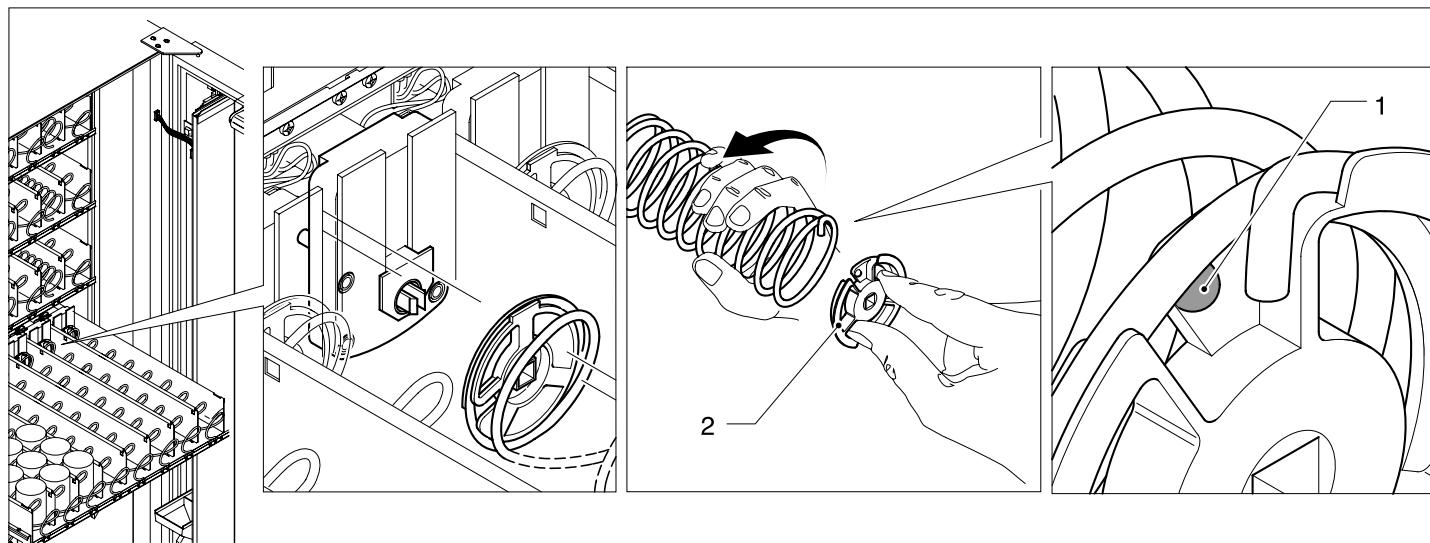

Fig. 9.4
- ruotare la spirale in senso orario fino allo sblocco della stessa sulla camma di trascinamento (Fig.9.4)
- agganciare la spirale dietro la tacca sulla camma (Fig.9.4-pos.1).
- introdurre la spirale nella cava sulla camma (Fig.9.4-pos.2).